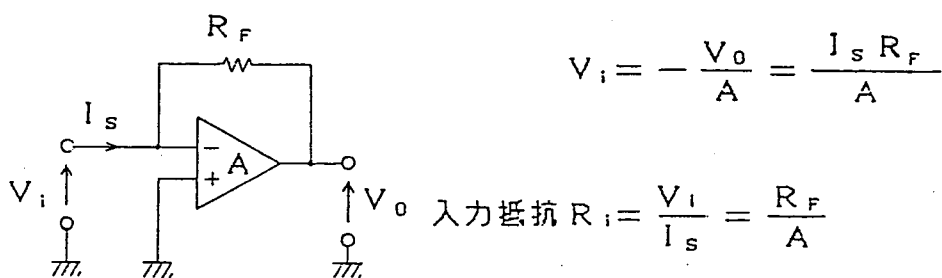

図6
- 3.2.4 本器の入力回路は、図6に示すフィードバック方式を採用しております。この方式では、信号源側から見た入力抵抗を非常に小さくすることができ、測定コードの静電容量による時間遅れや、入力電圧降下による測定誤差を少なくできますが、信号源の静電容量が大きくなった場合、発振現象が起き不安定となります。本器では、5000pFまで安定に測定できますが、絶縁抵抗の測定に使用する場合には、リップルやノイズの少ない電圧源を使用して下さい。